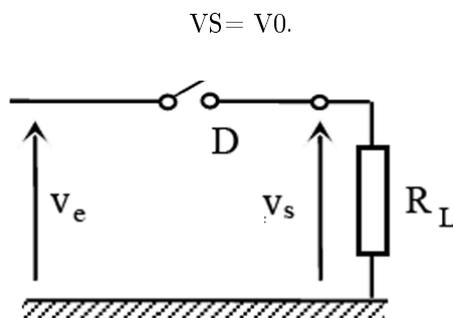

FIGURE 4.5 – Montage simple alternance (diode bloquée)
* Lorsque le signal appliqué à l'entrée est de polarité négative, la diode se bloque et le circuit équivalent au circuit de redressement est donné par la figure 4.5 . On constate que la résistance de charge R_L n'est parcourue par aucun courant :